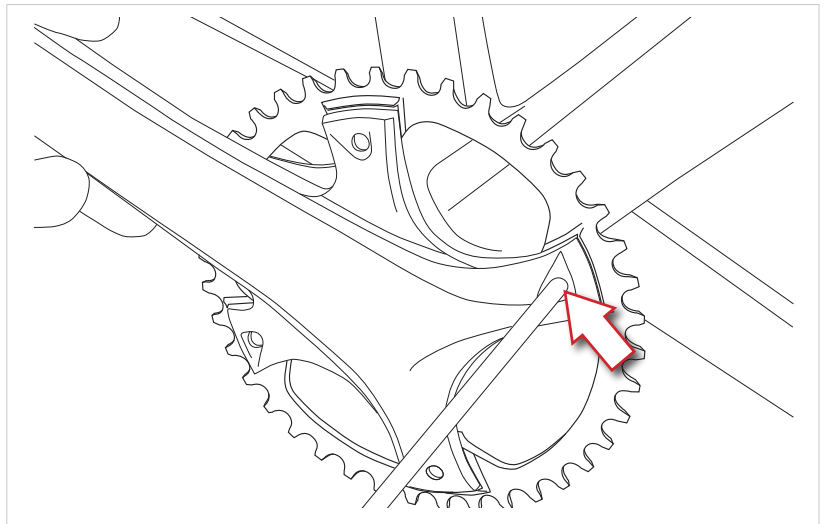

Fig.4
- **SOLO PER EKAR:** è possibile raggiungere le viti anche dalla parte esterna della bicicletta, ma fate attenzione a non danneggiare la superficie della guarnitura e fate attenzione che il verso di rotazione della chiave sarà quindi opposto al normale verso (Fig.4).